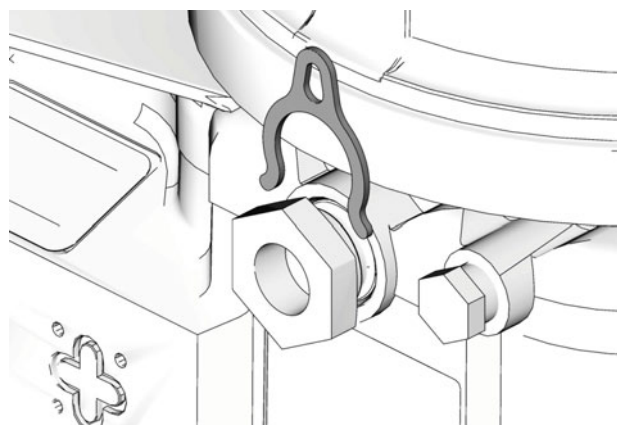

FIG. 4
- Contrôle du volume de la pompe est réglé en utilisant soit aucune (0) entretoise, soit 1 ou 2 entretoises (FIG. 4).